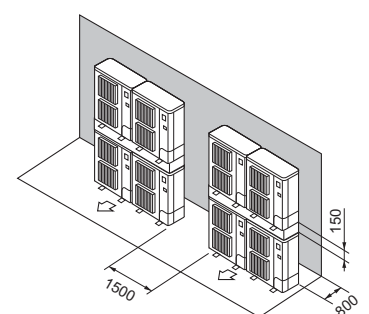

Fig. 2-15
- ⑦ Διάταξη μονάδων σε στοιβά (Fig. 2-15)